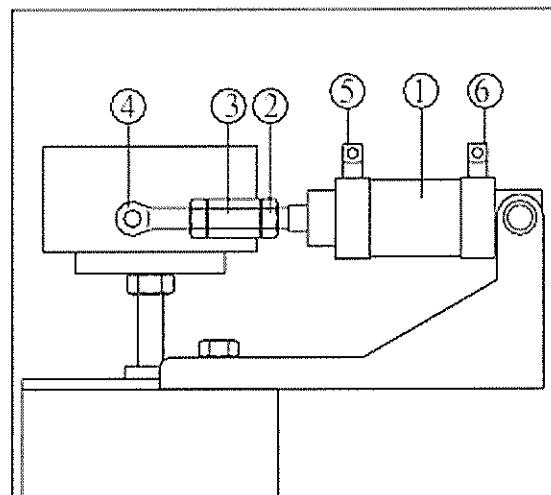

Figura 4-7
5. Ajuste de la oscilación de la manga de lijado: Se puede configurar la oscilación y la velocidad de la manga de lijado con la válvula de control. Esta válvula de control puede ajustar el desplazamiento del aire del cilindro de vapor para la oscilación de la manga de lijado. Está ubicada encima del cilindro de vapor para la oscilación de la manga de lijado (Figura 4-7).